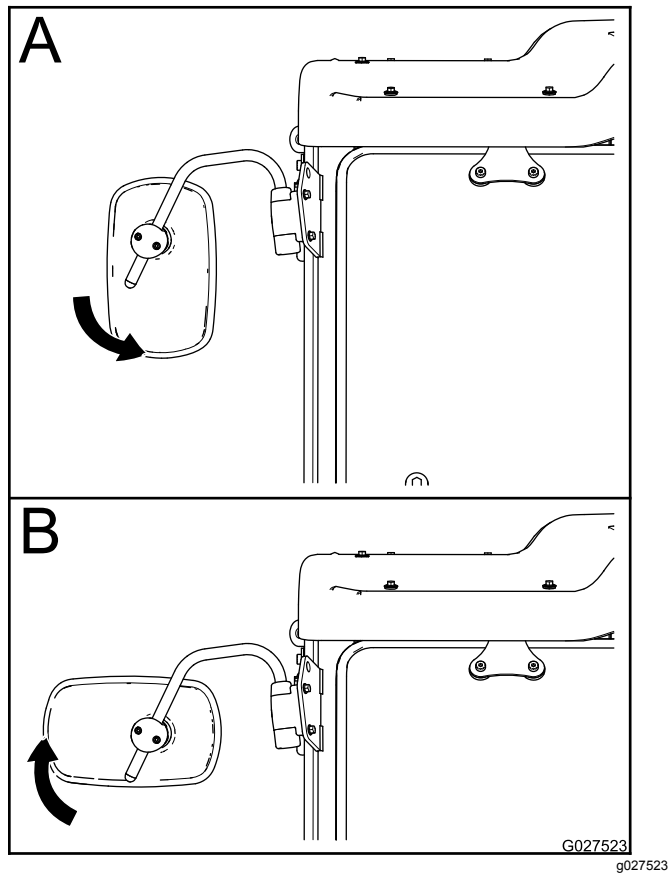

図 6
1. 両手を使ってミラーを右回りまたは左回りに回転させます 図 6。